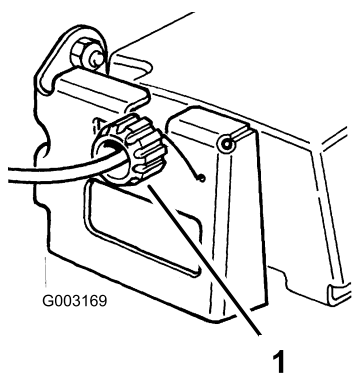

Figure 28
2. Tournez le bouton de commande de 1/2 tour dans le sens horaire si la machine n'avance pas automatiquement. Si la machine a tendance à avancer, tournez le bouton de 1/2 tour dans le sens antihoraire pour détendre la courroie (Figure 28).